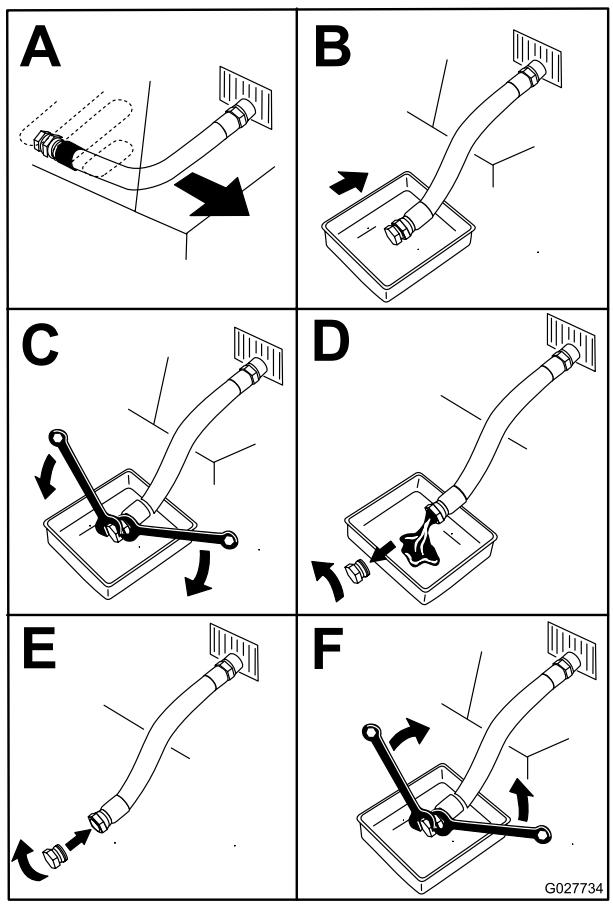

Figure 50
- Avant de quitter la position d'utilisation, coupez le moteur, enlevez la clé de contact et attendez l'arrêt complet de toutes les pièces mobiles (Figure 50).